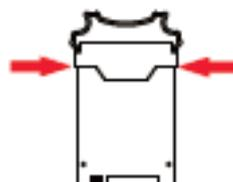

Рисунок 21. Расположение винтов
- 3** Заменить накопитель, соединить новый SSD с «ручкой» винтами. Установить SSD в моноблок, учитывая направление разъёмов SSD во время установки (рисунок 21).